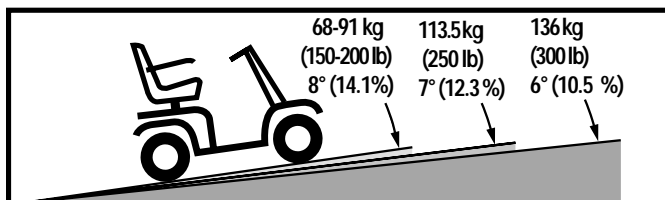

Figure 1. Inclinaison maximale recommandée (3 roues)
**MISE EN GARDE!** Même si votre scooter possède la puissance motrice pour gravir des pentes plus abruptes que celles illustrées à la figure 1, ne tentez jamais sous aucune considération, de gravir une pente plus abrupte que celle présentée dans ce manuel sous peine de rendre votre scooter instable.
Les rampes d'accès pour handicapés des édifices publics dans les pays étrangers ne sont pas toutes soumises aux règlements gouvernementaux relatifs à l'inclinaison et ne sont donc pas nécessairement sécuritaires. Des pentes naturelles et/ou construites de main d'homme, n'ont pas été conçues spécifiquement pour des scooters. **La figure 1, 1A, et 1B** illustre les capacités et la stabilité de votre scooter dans différentes conditions de poids et d'inclinaison.